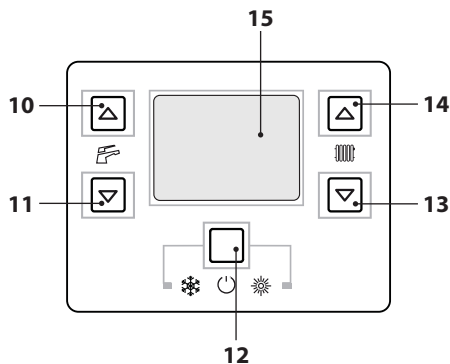

Рисунок 7.2
- Войдите в "режим программирования", нажав одновременно и удерживая в течение 10 секунд кнопки 12-13-14 (Рисунок 7.2) до появления на ЖК дисплее кода **P01**, который сменяется значением параметра, указывая на вход в "параметр 01" (Рисунок 7.3).
- Нажмите кнопку 13 или 14 (Рисунок 7.2) для просмотра параметров и найдите параметр **P09** ("трубочист") (Рисунок 7.4).
- При помощи кнопки 13 или 14 (Рисунок 7.2) измените состояние на **hP** (режим "трубочист" активирован при минимальном отоплении) и нажмите для подтверждения кнопку 12. На дисплее появится символ **hP**, сменяющийся значением минимальной температуры отопления (Рисунок 7.6).
- При помощи кнопки 13 или 14 (Рисунок 7.2) измените состояние на **dP** (режим "трубочист" активирован при максимальной температуре горячего водоснабжения) и нажмите для подтверждения кнопку 12. На дисплее появится символ **dP**, сменяющийся значением максимальной температуры горячего водоснабжения.
- Нажмите кнопку 14 (Рисунок 7.2) для просмотра параметров и найдите параметр **P09** ("трубочист") (Рисунок 7.4).
- Увеличьте или уменьшите значение при помощи кнопки 14 или 13 (Рисунок 7.2). Подождите 3 минуты, пока давление газа стабилизируется, после чего считайте значение на газовом манометре. **Помните, что во время калибровки максимума нельзя вернуться к меньшему пропущенному значению.**
- Чтобы сохранить значение, нажмите кнопку 11 (Рисунок 7.2) и удерживайте ее в течение 1 секунды.
- Чтобы перейти к калибровке газового минимума, нажмите кнопку 10 (Рисунок 7.2). На дисплее появится символ **S-L**, сменяющийся параметром минимальной абсолютной мощности (Рисунок 7.15).
- Увеличьте или уменьшите значение при помощи кнопки 14 или 13 (Рисунок 7.2). Подождите 3 минуты, пока давление газа стабилизируется, после чего считайте значение на газовом манометре. **Помните, что при калибровке минимума нельзя вернуться к большему пропущенному значению .**
- Нажмите кнопку 10 (Рисунок 7.2), чтобы проверить установленное максимальное значение и, в случае необходимости, измените его, выполнив описанную выше процедуру.